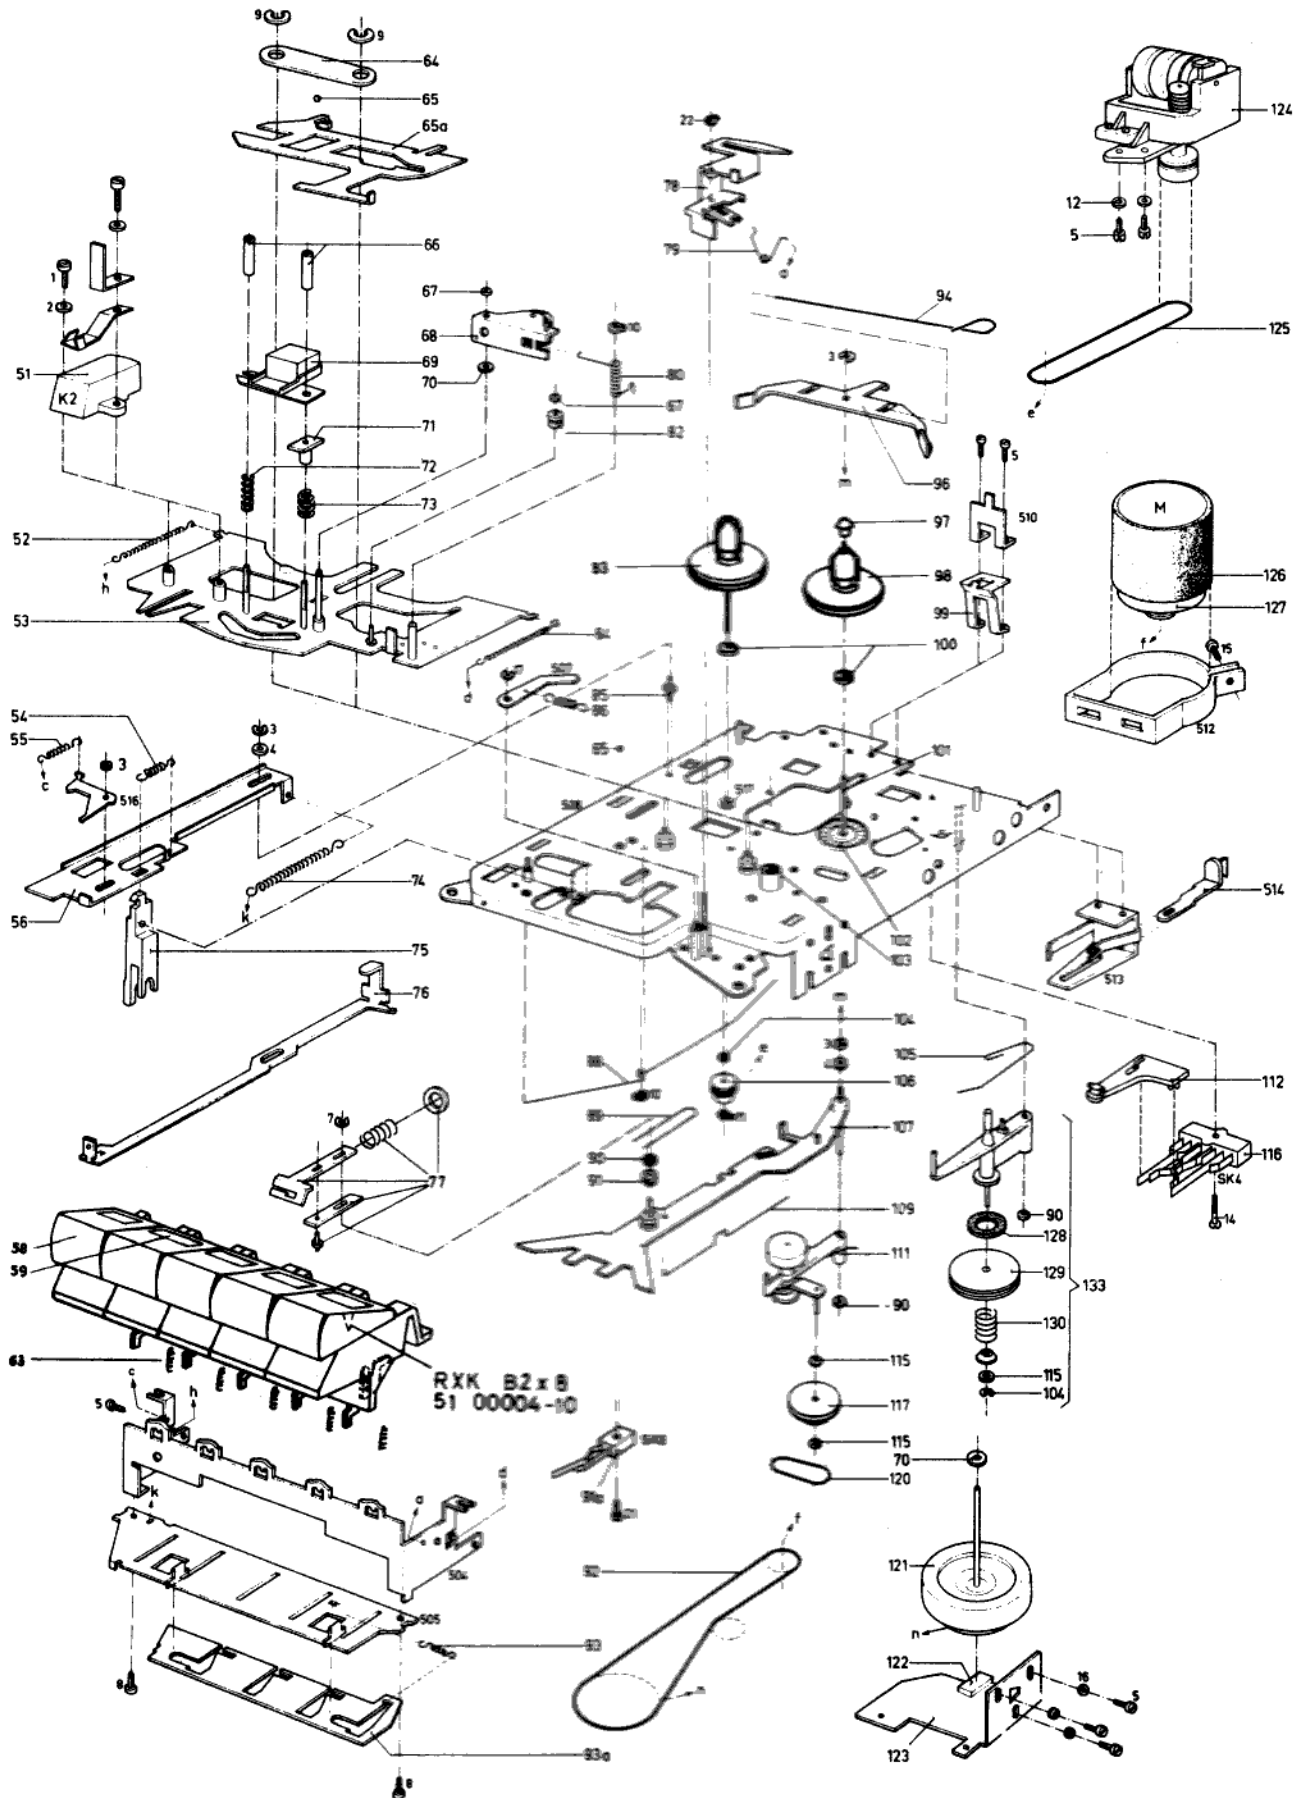

Fig. 8
Ärvid rekommenderas att filtringen eller om nödvändigt också fjäder och friktionshjul (se fig 8 pos 133) bytes.